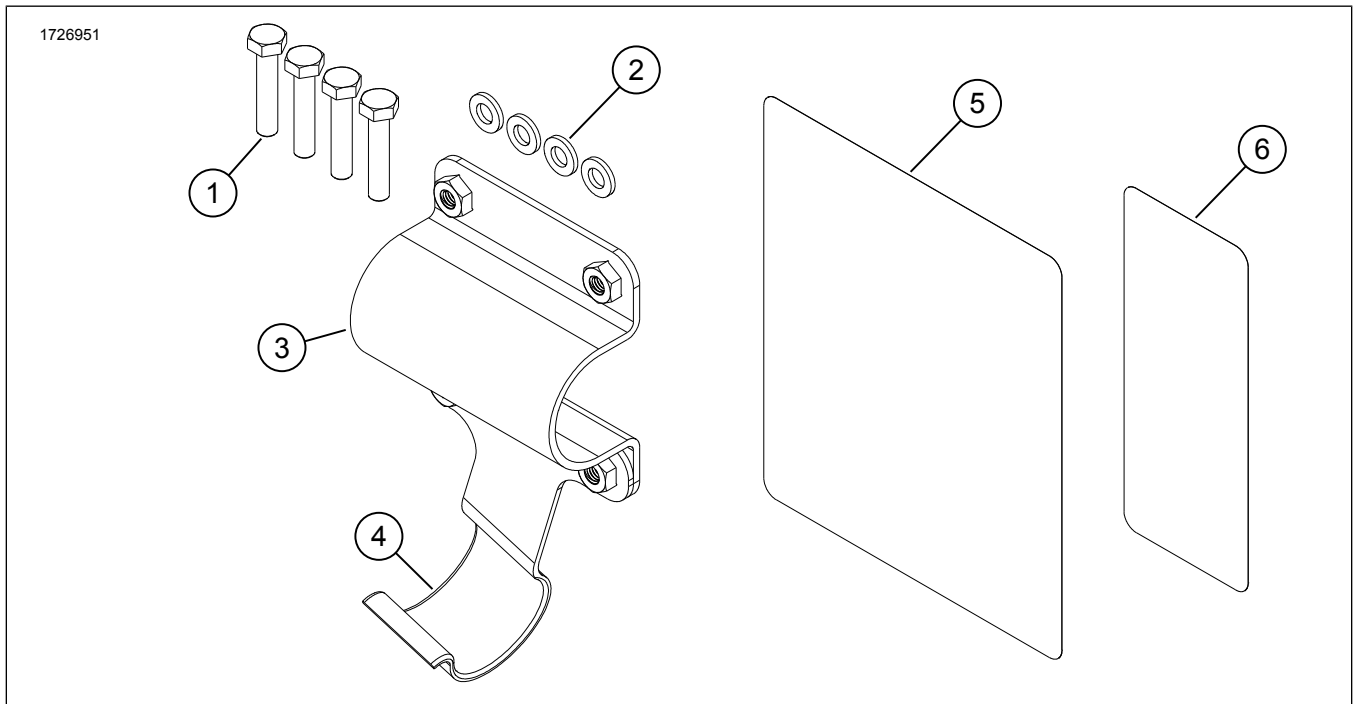

Figure 1. Contenu du kit : Support de montage de sac à bras oscillant un côté
1. Voir la Figure 1. Installez du ruban protecteur (5, 6) sur le bras oscillant.